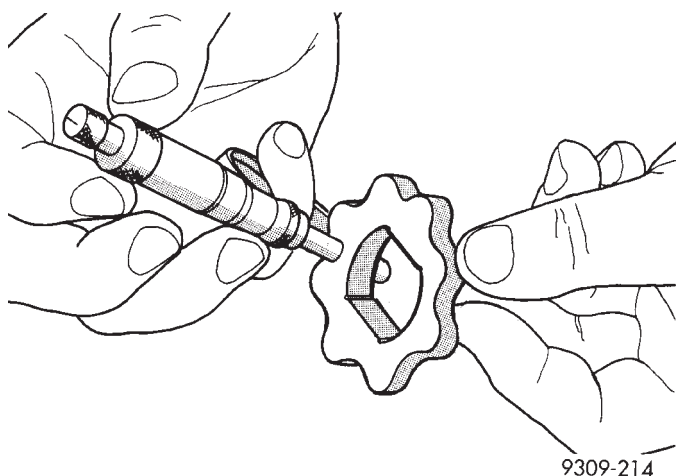

Fig. 127 Medición del espesor del rotor interior
(4) Si el rotor interior mide 7,64 mm (0,301 pulg.) o menos, reemplace el rotor interior (Fig. 127).